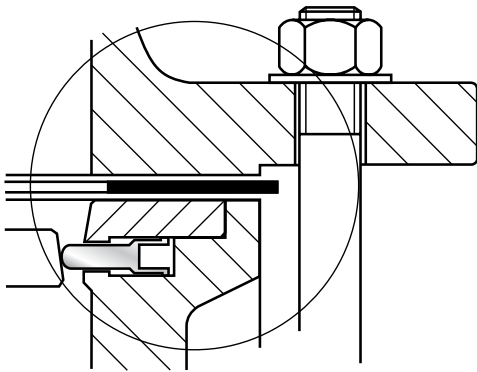

Fig.5-6 Flänsar och packningar
5. Se till att ventil och packningar blir rätt centrerade och att rätt packningskvalitet används. Ventilens avstängningsfunktion är beroende av att packningen på inloppssidan överför trycket från anslutningsfläns till täckbricka (→ Fig.5-6).